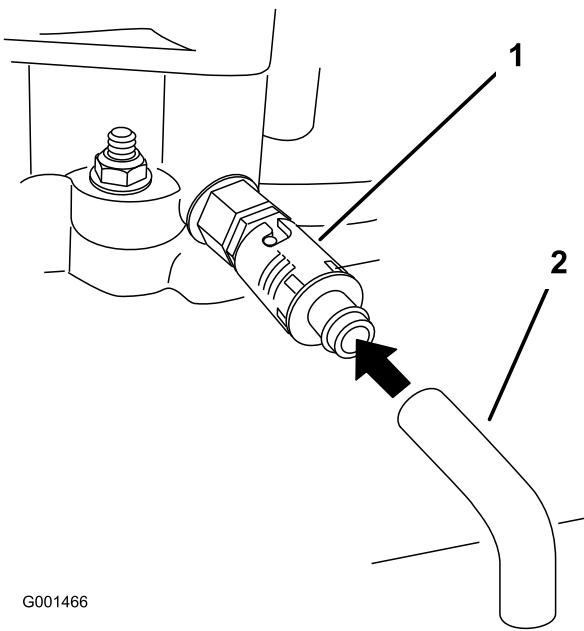

Figure 27
5. Placez un bac sous le flexible de vidange. Tournez le robinet de vidange d'huile pour permettre à l'huile de s'écouler (Figure 27).
7. Enlevez le flexible de vidange (Figure 27).